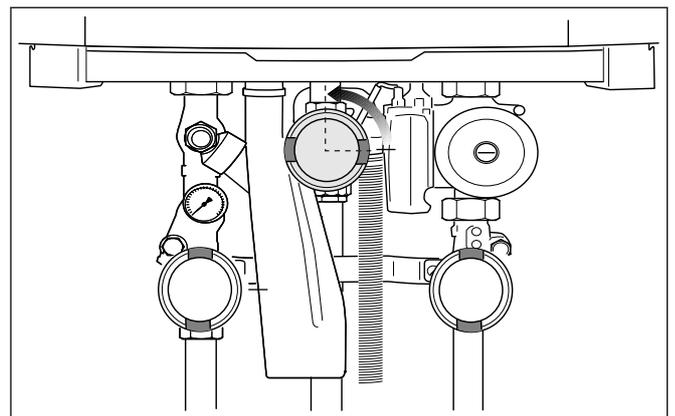

Fig. 106 Aprire il rubinetto del gas
- Aprire lentamente il rubinetto del gas. Per procedere in tal senso, premere il rubinetto del gas e ruotarlo di  $\frac{1}{4}$  di giro verso sinistra (fig. 106).